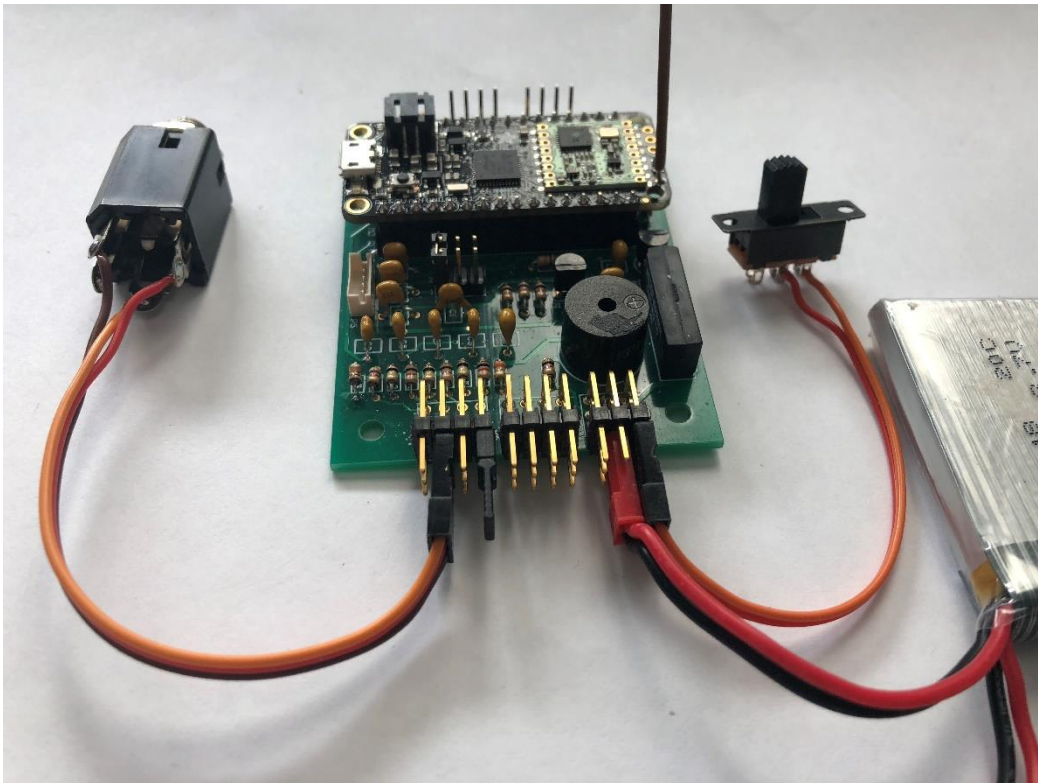

Abb. 8
- 6.3 Für den Reichweitentest wurde in Abb. 8 ein Jumper auf P1-Kanal 4 gesteckt, um (nach 5s) ein zyklisches Sendesignal (Zykluszeit 1s) zu erhalten